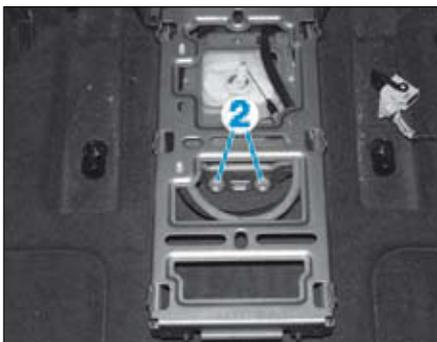

FIG.2
- Déposer les vis (2) (Fig.2).